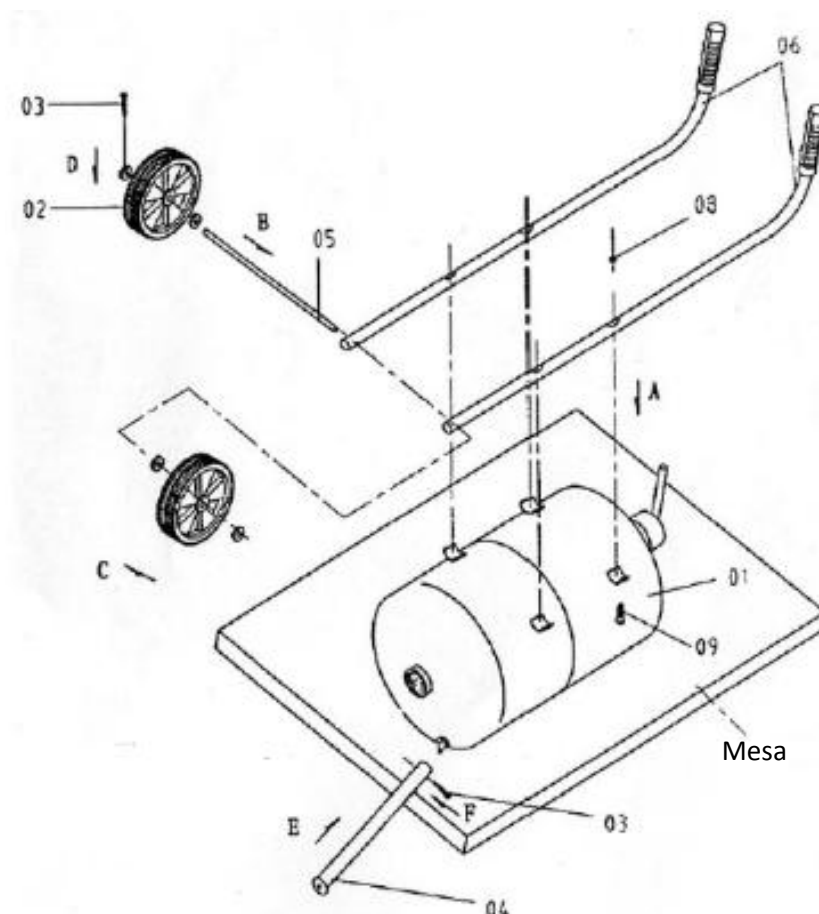

Figura 7
7. Instale las dos manijas (6) al tanque usando cuatro tornillos (9) y cuatro tuercas hexagonales (8). Observe que los extremos de los mangos están doblados hacia arriba (Figura 7).
8. Inserte el eje (5) en los orificios ubicados a los lados de los mangos en su superficie inferior. Coloque las ruedas (2), una en cada extremo del eje. Instalar las ruedas junto con las arandelas metálicas (31), colocando cada una en un lado de la rueda. Asegure las ruedas con un pasador (3).
9. Coloque el pie (4) en el orificio correspondiente ubicado en la parte inferior del tanque, cerca del borde. Utilice el último pasador (3) para fijar la pata al tanque.